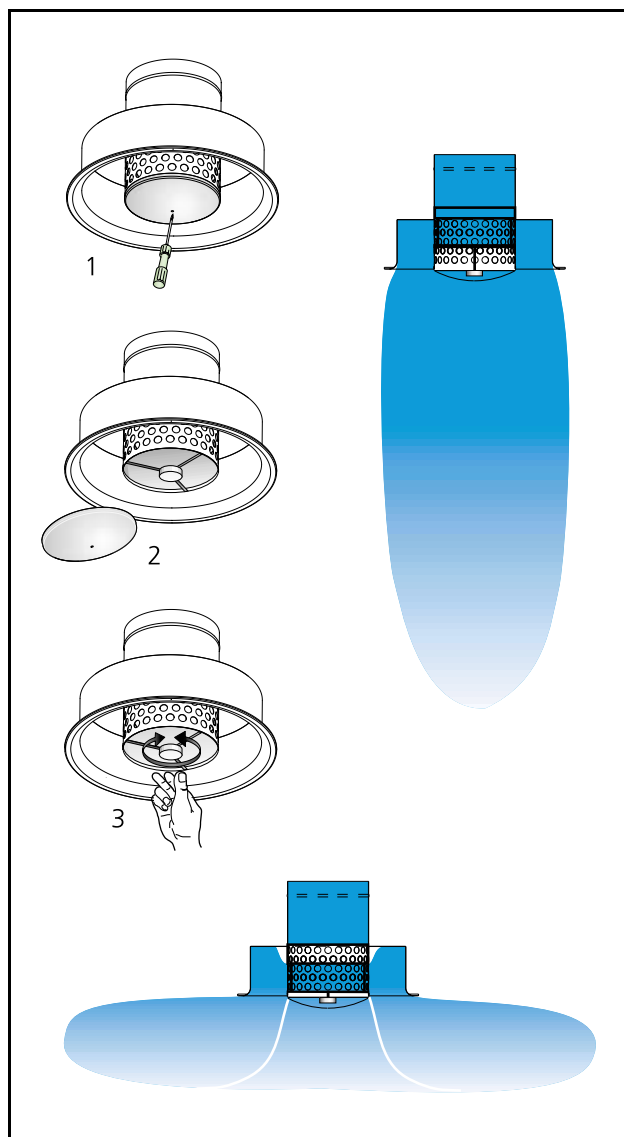

Рис. 1. Конструкция. Функции.
**КОНСТРУКЦИЯ (См. рис. 1)**
Диффузор состоит из наружного конуса, перфорированного цилиндра, патрона (перемещается вертикально вверх/вниз) и соединительного нипеля. Патрон находится внутри перфорированного цилиндра, его положение определяет картину распределения воздуха-вертикальное либо горизонтальное распределение. В варианте- переключение вручную-патрон выставляется в нужное положение с помощью колеса (положение 3 рис.1) в этом случае крышка 2 легко снимается. В варианте-автопереключение-картина может многократно меняться в зависимости от потребности. Двигатель размещен внутри диффузора, он и передвигает патрон в перфорированном цилиндре.